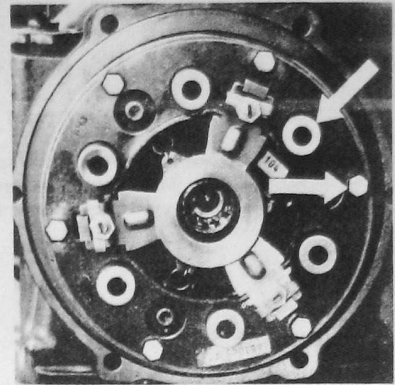

Fig. 45
2. Kupplungsdruckplatte (Fig. 45, oben) mit sechs Schrauben M 6 x 15 (Fig. 45, unten) leicht befestigen.
2. Attach clutch thrust plate (Fig. 45, top) loosely using 6 bolts M 6 x 15 (Fig. 45, bottom).